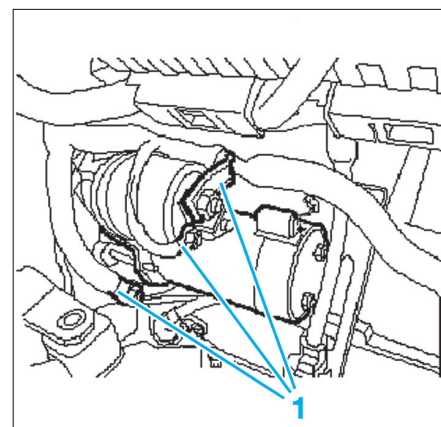

Fig. 4
- Débrancher les câbles électriques (1) du démarreur (Fig.4).